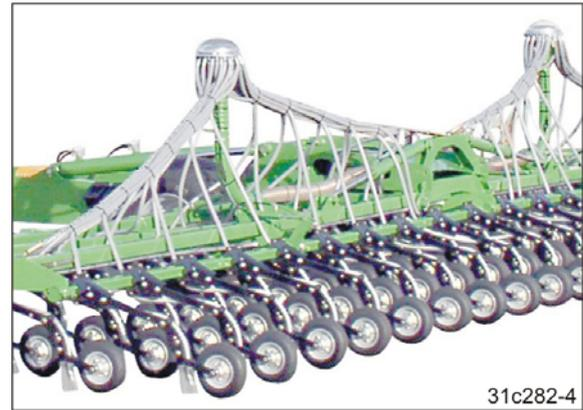

Fig. 205
5. Den Heckrahmen (Fig. 205) in Arbeitsstellung klappen.